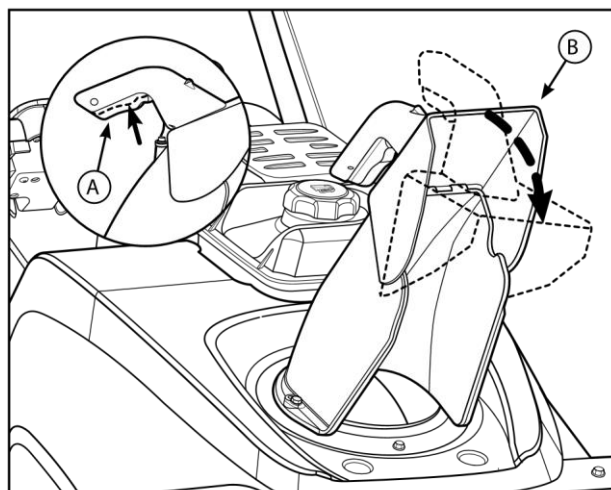

Рис. 11
1. нажмите кнопку (а, рис. 11) на рукоятке дефлектора и настройте дефлектор В вверх или вниз, чтобы контролировать высоту и расстояние выброса снега.